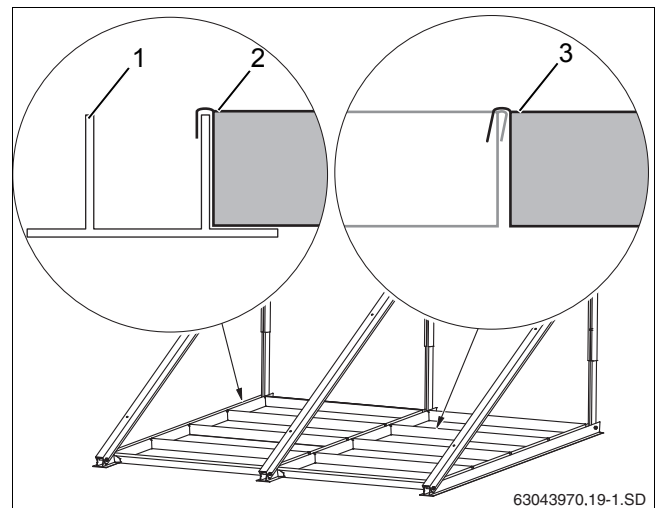

Рис. 27 На каждый коллектор 4 ванны с утяжелителем
- ▶ Установите ванны для утяжелителя (рис. 27, [2]) в нижний профиль (рис. 27, [1]) и друг в друга (рис. 27, [3]).